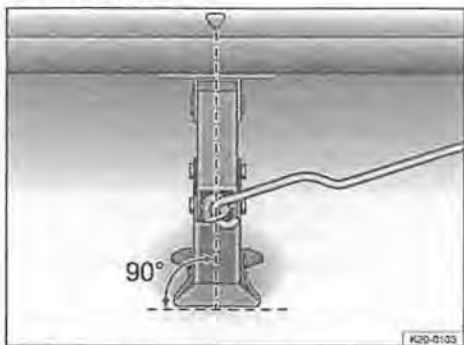
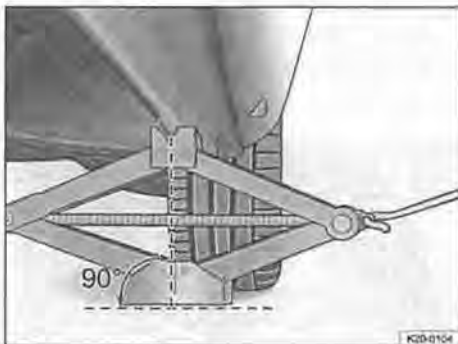

Fig. 156 Cric applicato nella zona posteriore sinistra del veicolo
Fig. 157 Cric applicato nella zona posteriore sinistra del veicolo
8. Accertarsi che la base del cric poggi bene a terra in tutta la superficie e che si trovi esattamente sotto il punto di appoggio prescritto → fig. 156 e → fig. 157.
9. Posizionare il cric e far salire ulteriormente la staffa in modo che si inserisca nel punto di appoggio che si trova sotto il veicolo → fig. 157.
- Appoggiare il cric solo nei punti descritti. La staffa del cric deve far presa sulla sporgenza della longarina inferiore in modo corretto e sicuro → fig. 157.